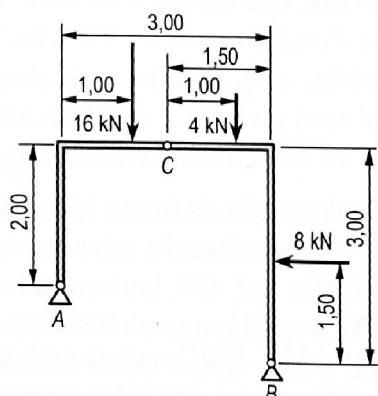

Bild 6.17: Gelenkrahmen
13. Gelenkrahmen in Aufgabe 8, S. 90 (**Bild 6.17**).